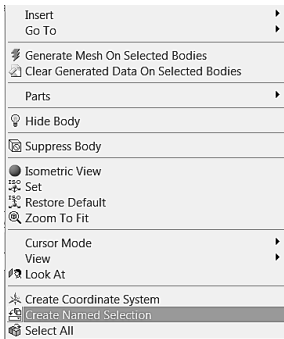

Рис. 1.29
- 1) Выполнить клик правой кнопкой мыши по свободному полю, где нарисована область с построенной сеткой. Из строки Cursor Mode выбрать фильтр Edge . Подвести курсор к левой границе, когда она окрасится в зеленый цвет, выполнить левый клик мышкой, после этого выполнить правый клик мышкой. В появившемся контекстном меню выбрать Create Named Selection, рис. 1.29.